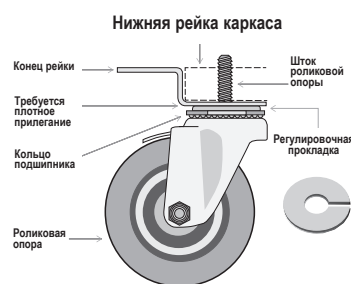

Рис. 7. Схема роликовой опоры.
3. Вкрутить роликовые опоры в рейку рамы или в днище устройства. См. рис. 7 и 8.